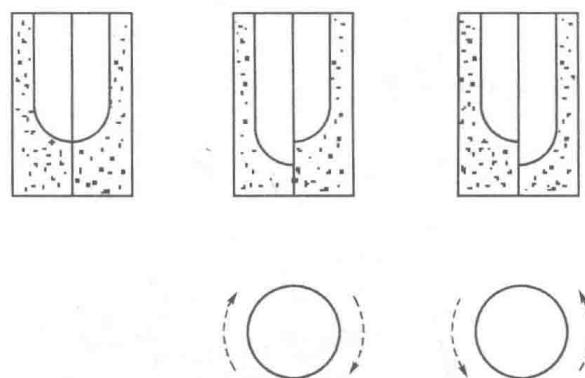
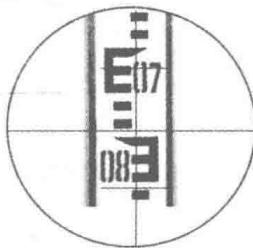

图 2-3 微倾螺旋的调整方向
图 2-4 水准仪读数示例(0792)
(3) 望远镜调焦与瞄准。
- ① 调节目镜, 使望远镜内十字丝像清晰。
- ② 瞄准: 先粗瞄再精瞄。通过望远镜上方的缺口和准星瞄准水准尺, 然后转动望远镜调焦螺旋, 使尺像更清楚, 转动望远镜水平微动螺旋, 使十字丝竖丝对准水准尺。
- ③ 消除视差: 交替调节目镜、物镜调焦螺旋, 使十字丝和尺子的像都清楚。
(4) 精平与读数: 读数之前用微倾螺旋调节水准管使气泡居中(如图 2-3 所示), 然后读取后视与前视读数, 读数方法见图 2-4。